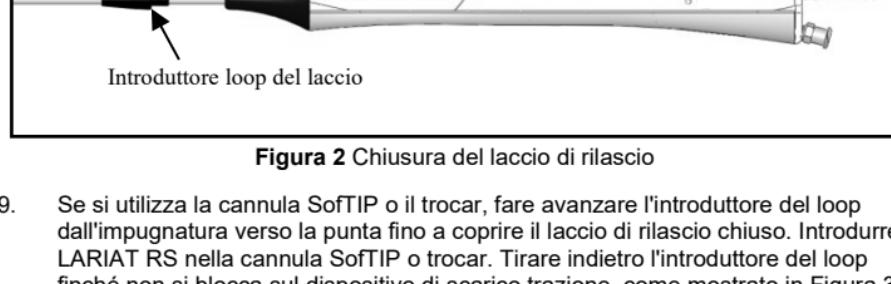

Figura 2 Chiusura del laccio di rilascio
8. Chiudere il laccio di rilascio LARIAT RS facendo scorrere il cursore di azionamento del laccio situato nella parte superiore dell'impugnatura come mostrato in Figura 2. Ritrarre fino all'arresto del cursore di azionamento del laccio in corrispondenza del simbolo “-” o fino a quando non si avverte resistenza.